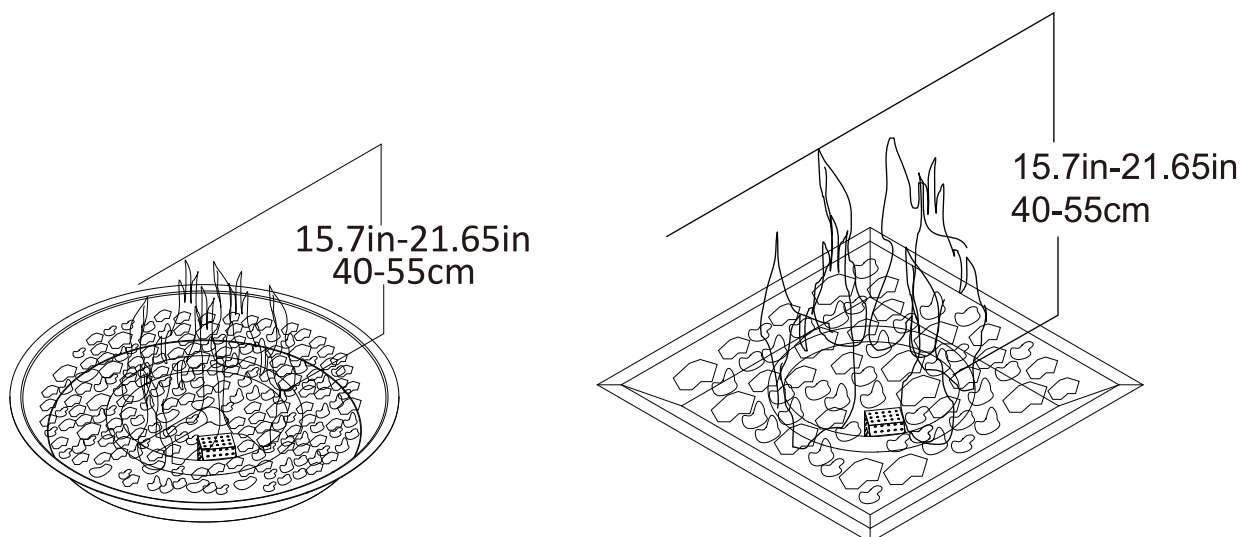

Figura 3
10. Após a ignição, observe a chama do queimador e certifique-se de que todas as aberturas do queimador estão acesas e que a altura da chama corresponde à ilustração. (Figura 3)